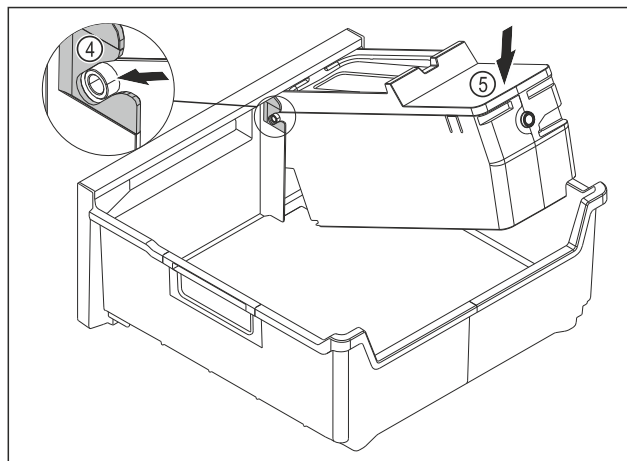

Fig. 115
- ▶ Monter le corps de l'EasyTwist-Ice : Insérer les axes du corps de l'EasyTwist-Ice dans les guides Fig. 115 (4).
- ▶ Appuyer l'arrière du corps de l'EasyTwist-Ice Fig. 115 (5) vers le bas.